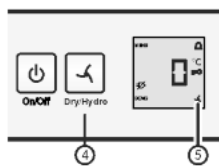

Fig. 3
► **Hydro** beállítása: Addig nyomja a Dry/Hydro gombot *Fig. 3 (4)*, amíg meg nem jelenik az  ikon. Eressze el a gombot.
▷ Világít a Dry/Hydro ikon *Fig. 3 (5)*.
► **Dry** beállítása: Addig nyomja a Dry/Hydro gombot *Fig. 3 (4)*, amíg ki nem alszik az  ikon. Eressze el a gombot.